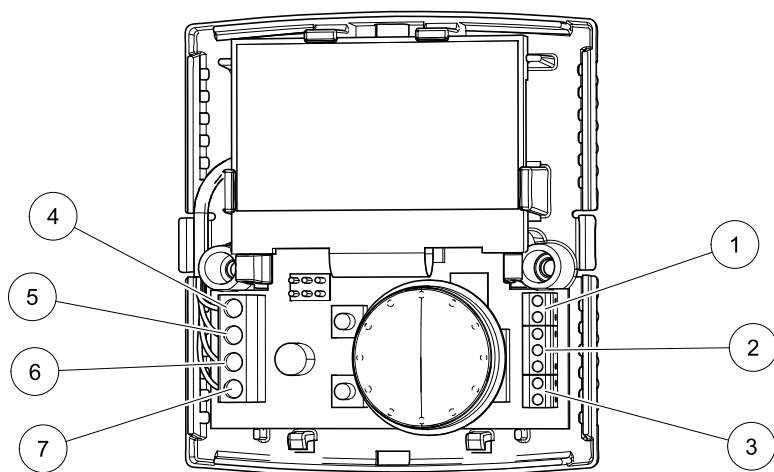
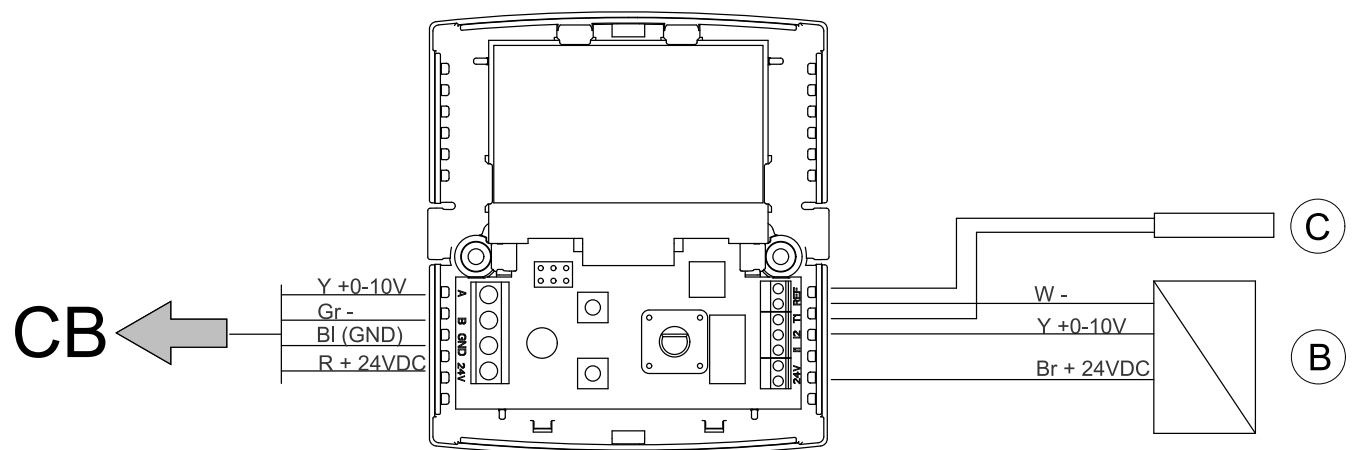

Fig. 6 Connexions internes régulateur mural
Fig. 8 Exemple de connexion vers des composants externes sur le régulateur mural
Lorsque le connecteur du régulateur mural est inutilisé, il est possible de connecter le câble signal 4 pôles/alimentation directement sur une borne du régulateur (pos. 4-7, figure 6). Pour plus d'informations sur le câblage, voir figure 8, tableau 2.